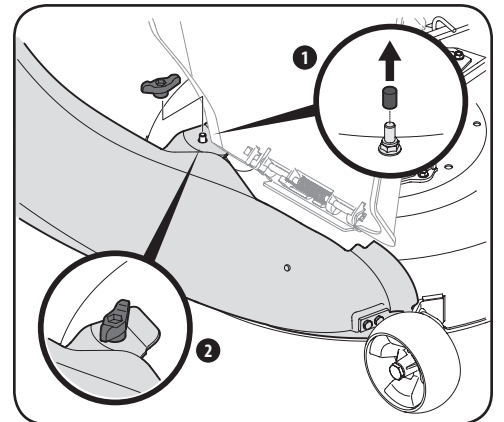

Figure 4-24
2. Saisissez le boyau de la goulotte par les poignées sur la partie inférieure. Placez le boyau de la goulotte par-dessus le coude de la goulotte installé sur le plateau de coupe. Voir Figure 4-24.